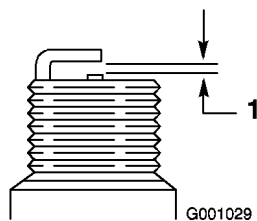

Bild 45
4. Stellen Sie den Abstand der Elektroden an der neuen Zündkerze auf 0,76 mm (Bild 45).